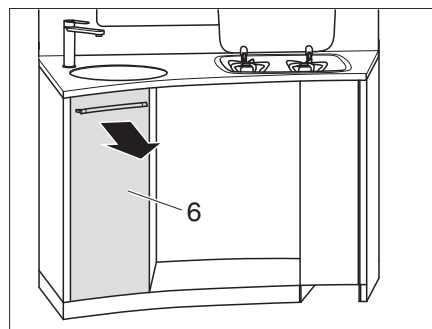

Fig. 130 Estrarre e togliere il cassetto alto della cucina
- Estrarre e togliere il cassetto alto della cucina (Fig. 130,6).